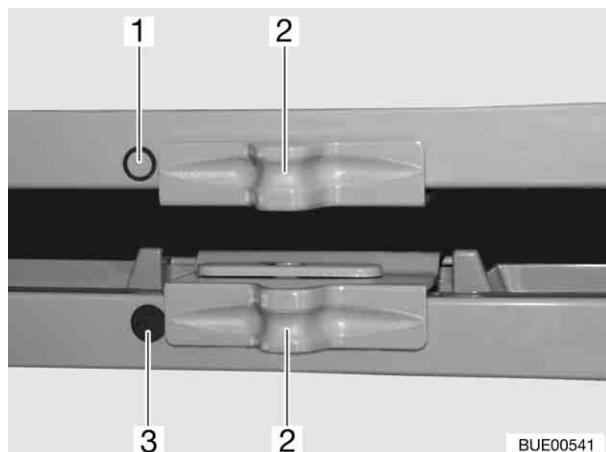

Fig. 102 Bloccaggio della porta del frigorifero/ del vano congelatore
- Spingere il bloccaggio (Fig. 102,2) di lato in modo che l'anello "O" (Fig. 102,1) sia visibile.
- Spingere il bloccaggio (Fig. 102,2) di lato in modo che l'intero punto "●" (Fig. 102,3) sia visibile.